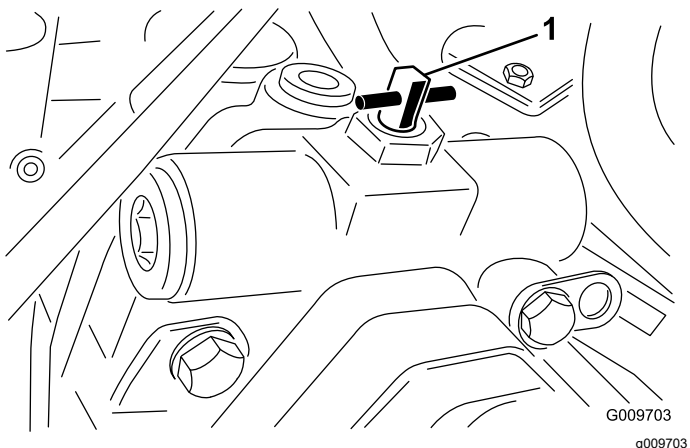

Figura 64
3. Gire la válvula de desvío 90° (¼ de vuelta) en cualquier sentido para abrirla y dejar pasar el fluido internamente (Figura 64).
2. Gire la válvula de desvío 90° (1/4 de vuelta) en cualquier sentido para abrirla y dejar pasar el fluido internamente (Figura 64).